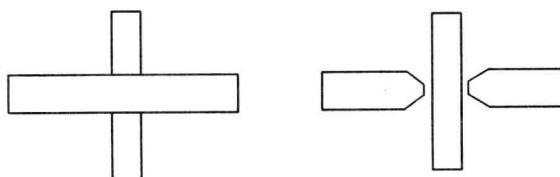

图1-10 十字接头形式
1) 十字接头。由3个焊件装配而成的十字形接头，称为十字接头。结构形式如图1-10所示。